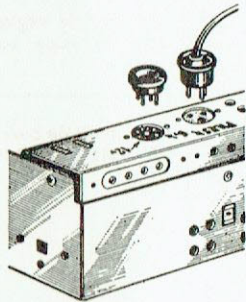

Fig. 1
b) Placez le cavalier répartiteur de tension sur la position 6 V (fig. 1).
c) Adjoignez l'alimentation complémentaire 3 V et branchez la fiche 3 broches dans la prise appropriée (fig. 1). Placez à l'intérieur du boîtier deux piles de "lampe torche" 1,5 V.